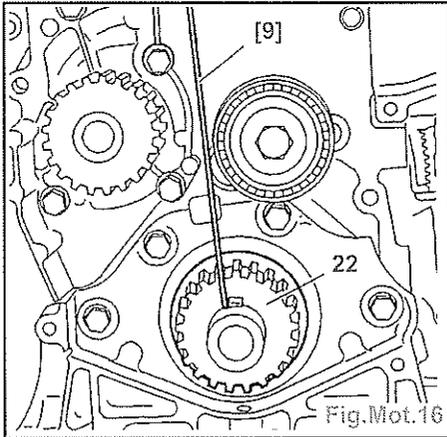

Fig.Mot.16
- vérifier que les galets (21) et (18) tournent librement (sans jeu et absence de point dur),
- vérifier que la poulie de pompe à eau (19) tourne librement (sans jeu et absence point dur),
- Piger le pignon de vilebrequin (22) en insérant l'outil [9] de Ø 2 mm du côté gauche de la clavette (Fig.Mot.16).